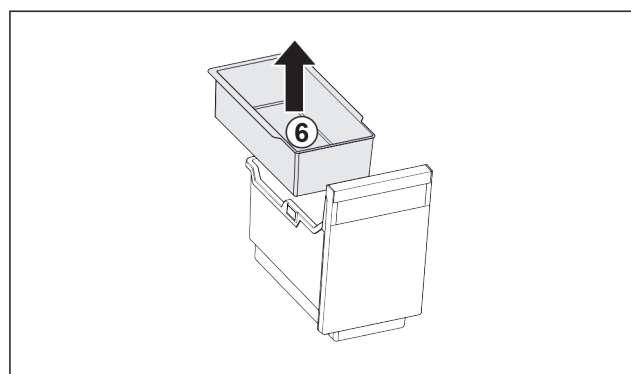

Fig. 30
- ▶ Inhangschaal Fig. 30 (6) verwijderen.